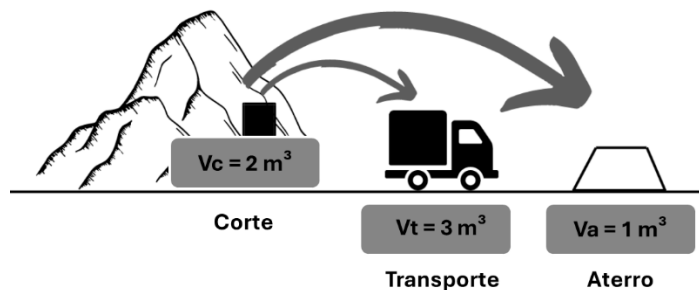

Figura 1 – Volumes de material (Adaptado de PADILLO et.al, 2003)
- 38) Na Figura 1 são apresentados os volumes de material natural no corte ( $V_c$ ), do material transportado ( $V_t$ ) e do material compactado no aterro ( $V_a$ ). De acordo com estes volumes, assinale a alternativa que corresponde aos valores dos fatores de empolamento ( $F_e$ ), de homogeneização ( $F_h$ ) e de contração ( $F_c$ ), respectivamente.